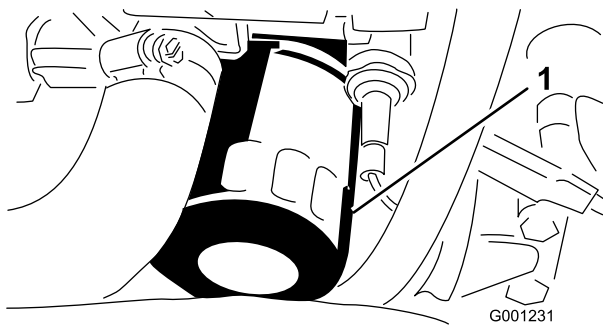

Figura 53
6. Retire el filtro de aceite e instale uno nuevo (Figura 53).